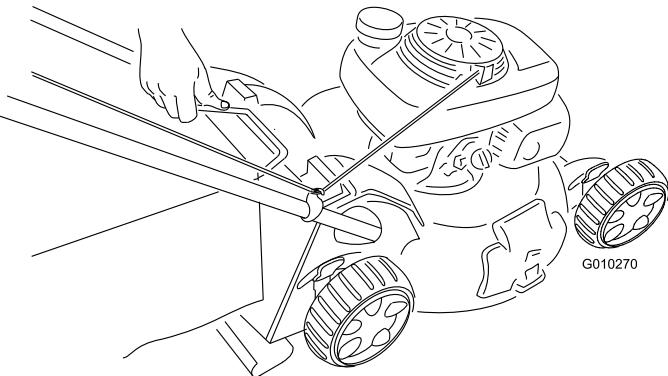

Figura 35
- Retire el asa de la bolsa de recortes de las ranuras de la parte superior del cortacésped y retire la bolsa del cortacésped (Figura 35).